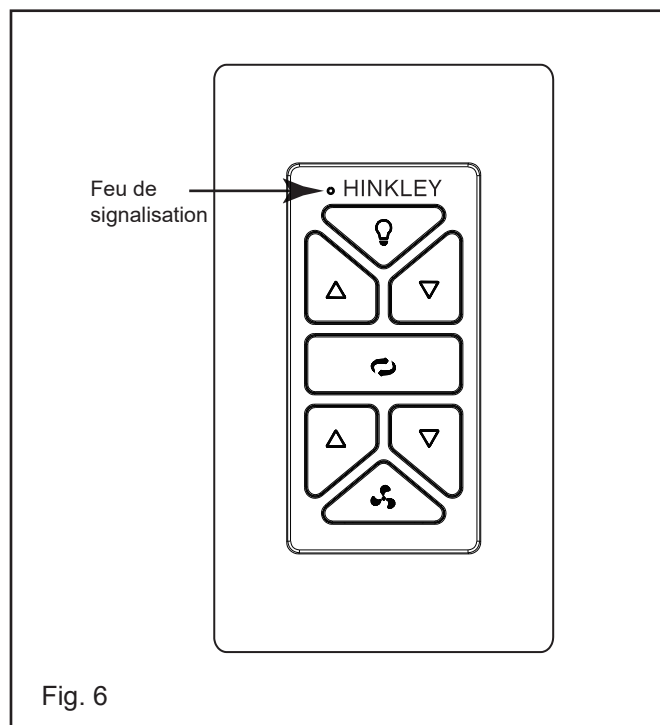

Fig. 6
6. Feu de signalisation (Fig. 6)